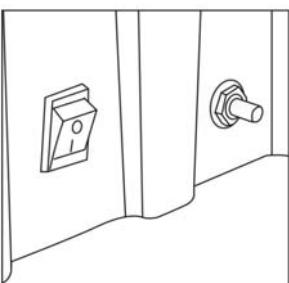

Рис. 4
- Нажмите кнопку газового клапана, одновременно нажимая несколько раз кнопку пьезоэлектрического элемента до тех пор, пока не появится пламя. Рис. 4